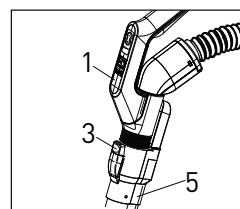
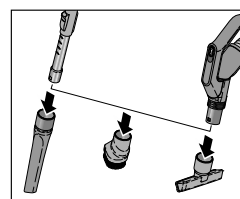

Figure 8
Figure 9
Utilisation du Tube Télescopique, du Tuyau et des Fixations - Figures 8, 9 & 10
Le tube télescopique (5) est utile pour aspirer les coins et les zones difficiles d'accès. Raccordez le tube télescopique (5) à la poignée (1). Pour le retirer, appuyez simplement sur le cliquet (3) du tube et tirez le tube hors de la poignée (figure 8). La plupart des accessoires SEBO se raccordent directement à la poignée (1) lorsque le tube télescopique est retiré (figure 9).